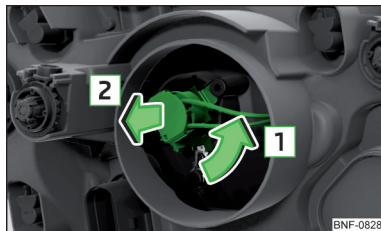

Fig. 174
- › Drej stikket inklusive pære i pilens retning **1** » Fig. 174.